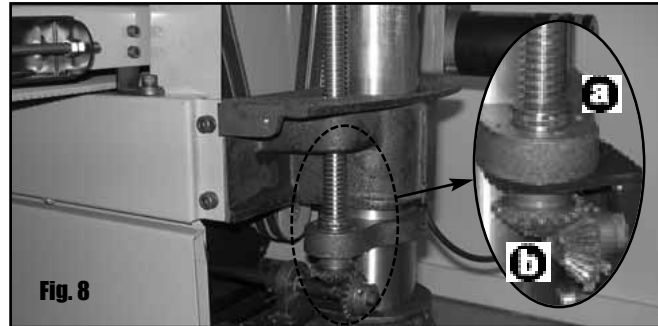

Fig. 8
Le mécanisme d'élévation de la table du convoyeur (tiges filetées, **a**, et engrenages, **b**, situés de chaque côté de la machine) doit être bien lubrifié en tout temps. La poussière, les débris et les résidus de graisse doivent être nettoyés. Une généreuse couche de graisse (utilisez une graisse tout usage) doit être appliquée à toutes les 10 à 15 heures d'utilisation. (Fig. 8)
1. Afin d'accéder aux tambours, déverrouillez le loquet de fermeture du couvercle des tambours, **a**, puis levez le couvercle. Les courroies abrasives sont enroulées autour des tambours, tendues et agrippées à leur deux extrémités par des pinces à ressort, **b**. (Fig. 8)